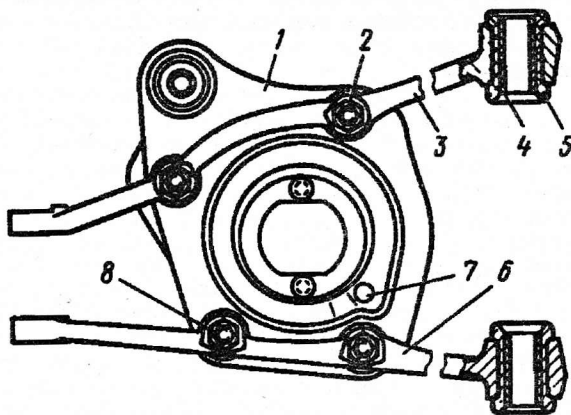

Рис. 166. Нижние рычаги подвески:
2. Отсоединить стойку стабилизатора от опорной чашки 1 (рис. 166) пружины и снять амортизатор.